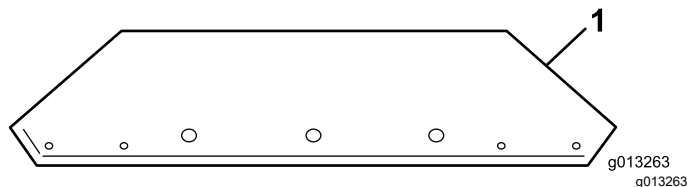
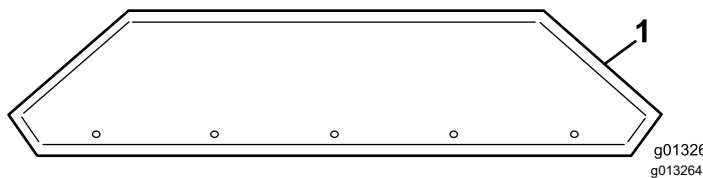

図 12
図 13
1. 出荷用の箱から前用プレートと後ろ用プレートを取り出す 図 12と図 13。